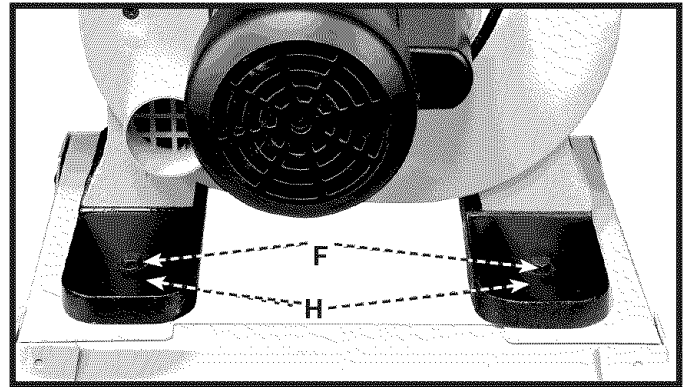

Fig. 7
3. Coloque un 3/8" plano de arandela (H) Fig. 7 en M8 X 45 mm tornillo de cabeza de mal de ojo. Meta el tornillo por el hoyo en la banda vio y y por el hoyo en el soporte. Repita este proceso para los tres hoyos restantes.